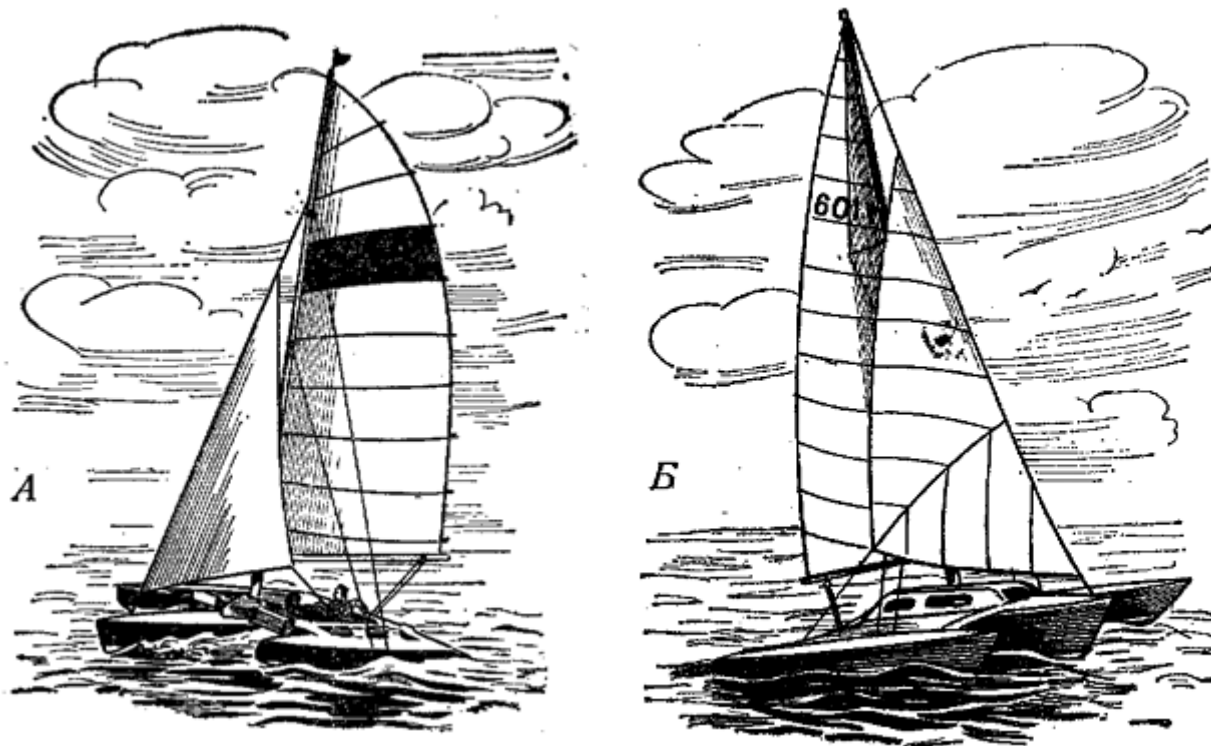

Рис. 8. Тримаран:
**Тримараны (рис. 8)** имеют три корпуса: средний (более широкий, чем у катамаранов, но намного уже, чем у яхт) и два разнесенных и слегка приподнятых боковых, очень узких.